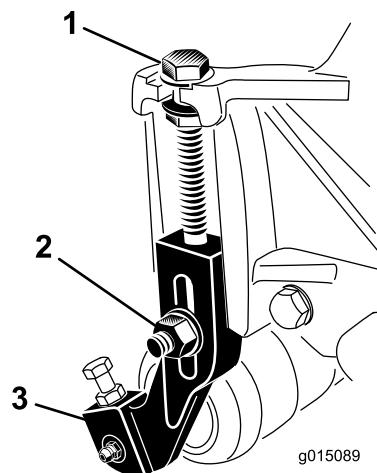

**Figura 15**
**Nota:** La posición del rodillo trasero respecto al molinete es controlada por las tolerancias de mecanizado de los componentes ensamblados; por tanto, no es necesario ajustar el paralelismo. Es posible hacer ajustes limitados colocando la unidad de corte en una chapa plana y aflojando los tornillos de montaje de las chapas laterales (Figura 15). Ajuste y apriete los tornillos de caperuza a entre 37 y 45 N·m.